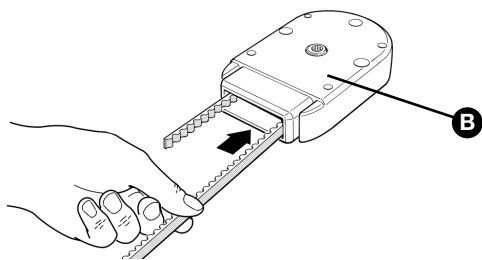

Figura 15
**3** Haga pasar el mismo extremo por la cabeza [B], como en la figura 15. Observe la posición de la correa: debe quedar con los dientes dirigidos hacia el interior, derecha y sin retorcimientos.